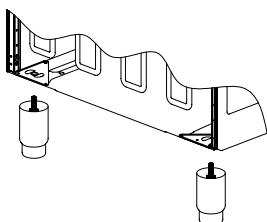
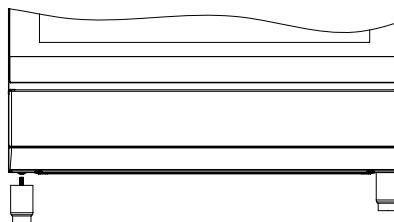

Abbildung 1
Abbildung 2
**1.** Die Fußbefestigungslatten werden von der Unterseite des Backofens aus am Backofen angebracht (Abbildung 1), wobei die Muttern auf diesen Latten zentriert werden, um die Füße anzuschrauben. Schließen Sie die Installation der Füße ab, indem Sie die Füße mit den Muttern verschrauben (Abbildung 2).